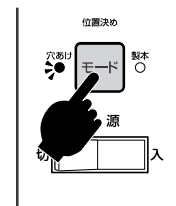

図29
2.モードスイッチで穴あけモードを選択し、穴あけランプの点灯を確認してください。 図29 参照